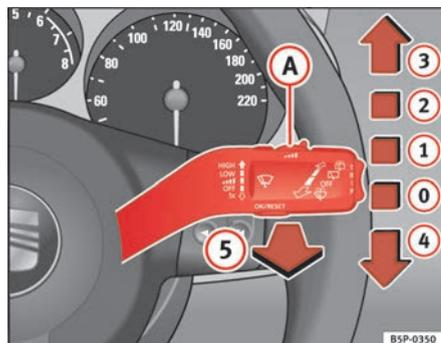

Fig. 82 Levier d'essuie-glace et de lave-glace
Le levier d'essuie-glace ⇒ fig. 82 est doté des positions suivantes :
- Si le véhicule s'arrête lorsque le cran ② ⇒ page 128, fig. 82 ou ③ a été sélectionné, le cran immédiatement inférieur est sélectionné. Si le véhicule repart, le cran sélectionné précédemment est à nouveau sélectionné